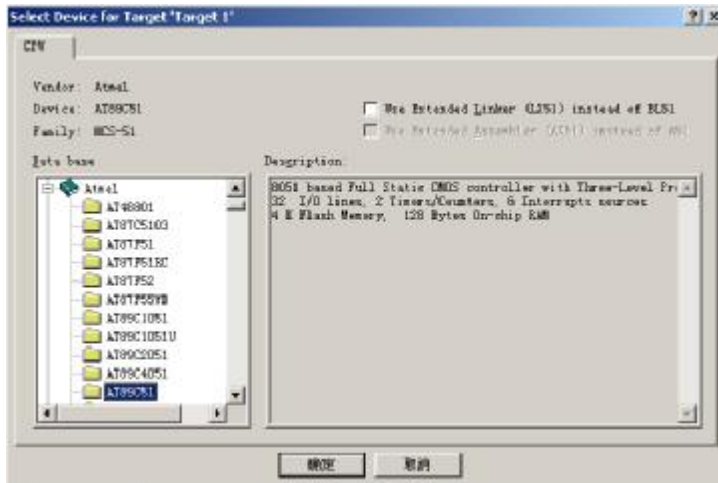

图 1-4 选择单片机的型号对话框
3) 时会弹出一个对话框，要求选择单片机的型号。读者可以根据使用的单片机型号来选择，Keil C51 几乎支持所有的 51 核的单片机，这里只是以常用的 AT89C51 为例来说明，如图 1-4 所示。选择 89C51 之后，右边 Description 栏中即显示单片机的基本说明，然后单击“确定”按钮。